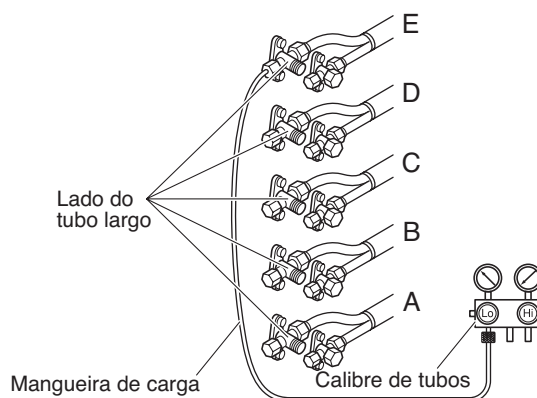

Fig. 23
- (2) Conecte o calibre de tubos ao orifício de carga na válvula no lado do tubo largo do tubo E. Purgue o ar desde a mangueira de carga. (Refira-se à Fig. 23.)
- (3) Realize a operação de refrigeração ou operação de refrigeração forçada.
Quando a pressão no lado de baixa pressão for 0,05 – 0,1 MPaG (0,5 – 1 kg/cm2G), feche os fusos completamente nas válvulas no lado do tubo largo dos tubos A, B, C, D e E, e interrompa a operação imediatamente. (Refira-se à Fig. 23.)